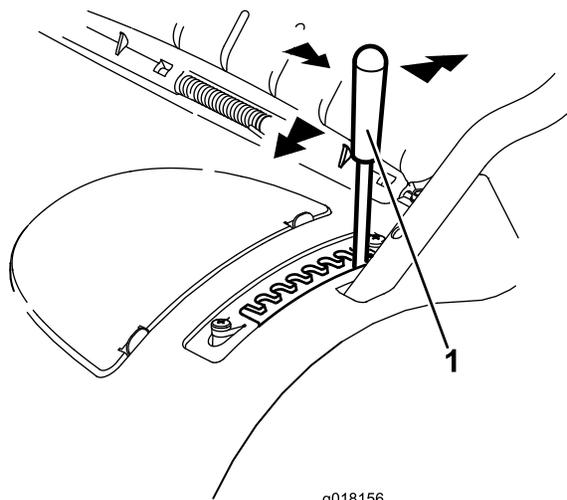

Figura 11
1. Sujete la palanca y tire hacia un lado para liberarla de la muesca de bloqueo (Figura 11).
- Empújela hacia adelante para bajar la altura de corte o tire de la misma hacia atrás para elevar la altura (Figura 11).
- Sujete la palanca en la posición deseada y asegúrese de que queda firmemente bloqueada en una de las ocho muescas de ajuste (Figura 11).